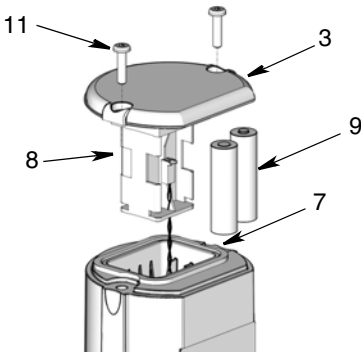

FIG. 9
1. Remova dois parafusos (11) e a tampa (3) (FIG. 9).
2. Puxe com cuidado o suporte da bateria (8) para longe do TLM, apenas o suficiente para instalar as novas pilhas (FIG. 9).